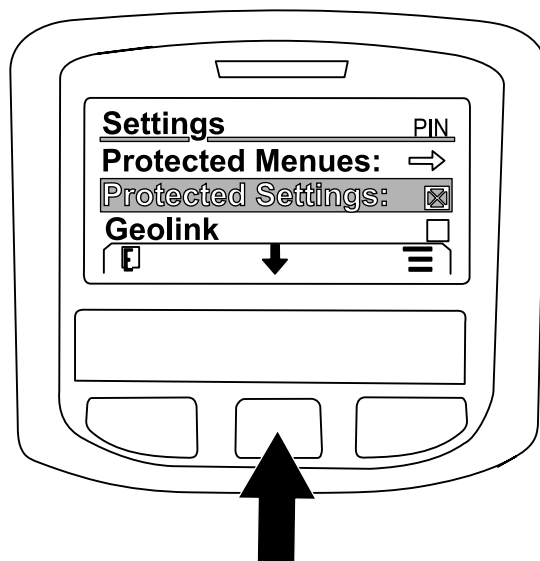

図 229
7. 中央ボタンを押してジオリンクGEOLINKオプションへ移動し、右ボタンで選択する 図 229。